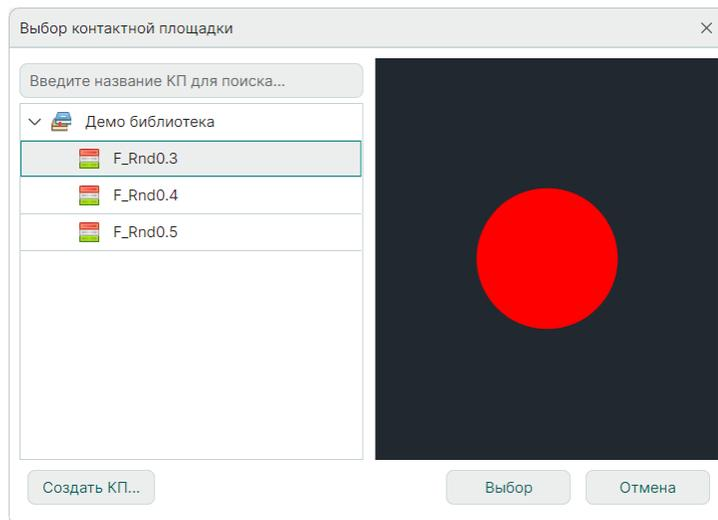

Рис. 210 Выбор типа реперной точки
2. Выберите тип реперной точки в окне «Выбор контактной площадки» и нажмите кнопку «Выбор», см. Рис. 210. В окне отображаются реперные точки, созданные во всех доступных библиотеках.